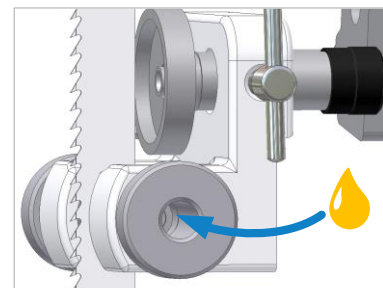

Figura 49: Lubrificar os rolos laterais
- Retirar as tampas de vedação dos rolos e adicionar algumas gotas de óleo aos rolamentos (ver ⇒ Figura 49).